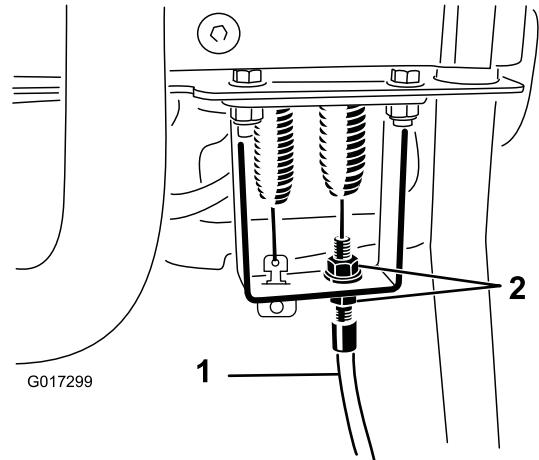

图52
4. 在控制手柄隔板上放松滚刀控制装置拉线直至拉线松弛(图52)。